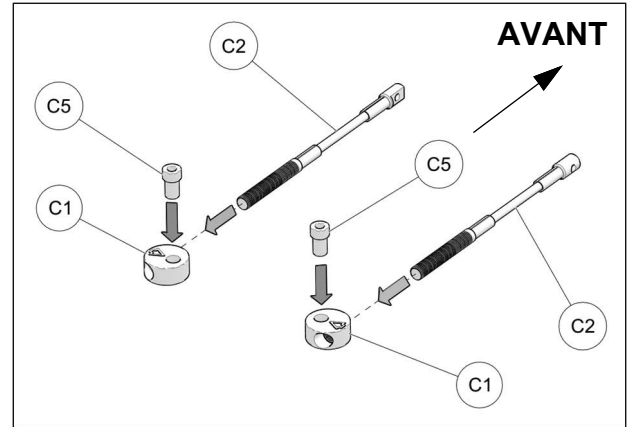

Fig. 33
16. Assembler les câbles des limiteurs de conduite (C2), les disques en aluminium (C1) et les bagues espaceurs (C5) tel que montré à la Fig. 33